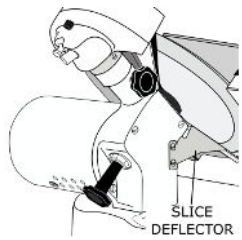

FIG 8. SLICE DEFLECTOR
B. SLICE DEFLECTOR (See Fig. 8).